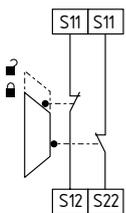

Fig. 8
**Surveillance de protecteur à 2 canaux avec dispositif d'interverrouillage selon ISO 14119 (voir Fig. 8)**